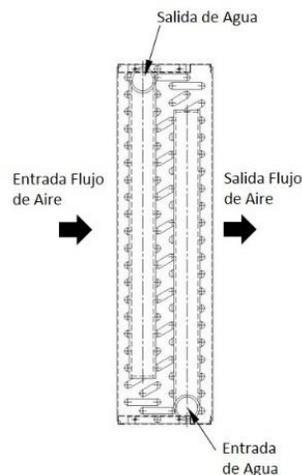

Fig.5
- La tubería exterior se debe conectar al serpentín de tal manera que el agua que fluye hacia el interior del serpentín se encuentre en el mismo lado por donde el aire sale del serpentín (Fig.5). Esto le dará contraflujo y mayor transferencia de calor.